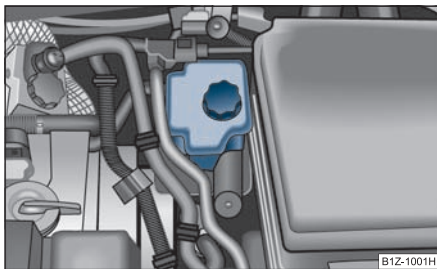

Fig. 213 Compartimentul motor: Rezervorul lichidului de frână
- Verificați nivelul lichidului de frână din rezervor ⇒ fig. 213. Nivelul trebuie să se găsească între marcajele „MIN” și „MAX”.